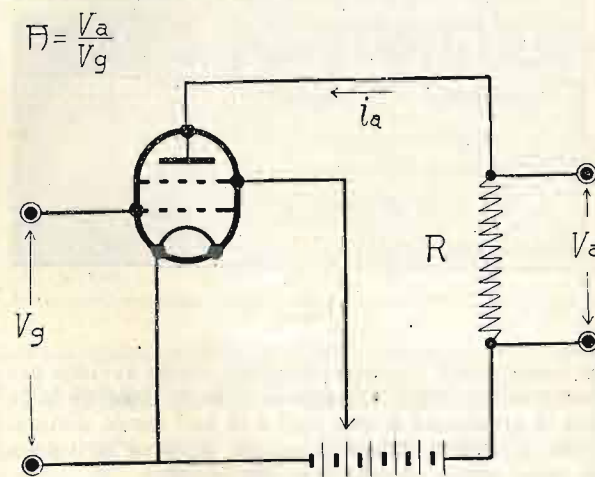

Fig. 3.
L'amplificazione in tensione (A) in uno stadio (fig. 3) è data dal rapporto fra la variazione di tensione (Va) esistente ai capi della resistenza R e la variazione di tensione di griglia (Vg) che l'ha prodotta.
Abbiamo detto che R rappresenta la resistenza del circuito di utilizzazione. È intuitivo che tale resistenza non è il più delle volte una resistenza ohmica, come è il caso della fig. 3, ma, trattandosi di circuiti oscillanti o trasformatori, ecc., dovremo, al posto di R, mettere l'impedenza offerta da questi alla corrente oscillante ad alta o bassa frequenza, secondo i casi.